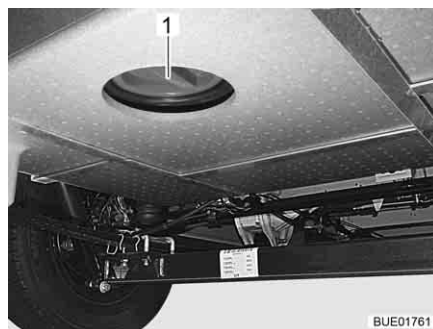

Fig. 230 Ouverture de nettoyage du réservoir d'eaux usées
- Ouvrir l'ouverture de nettoyage (Fig. 230,1) du réservoir d'eaux usées et le robinet de vidange.